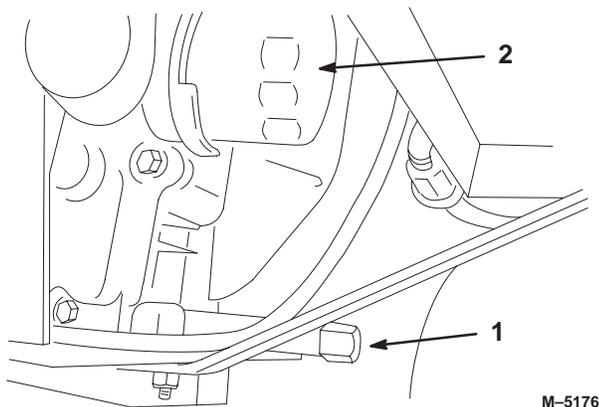

Bild 18
3. Stellen Sie ein Auffanggefäß unter die Verschluss-schraube. Entfernen Sie die Verschluss-schraube (Bild 18).
2. Entfernen Sie den Altfilter und wischen die Dichtfläche am Anbaustutzen (Bild 18 und 19) ab.